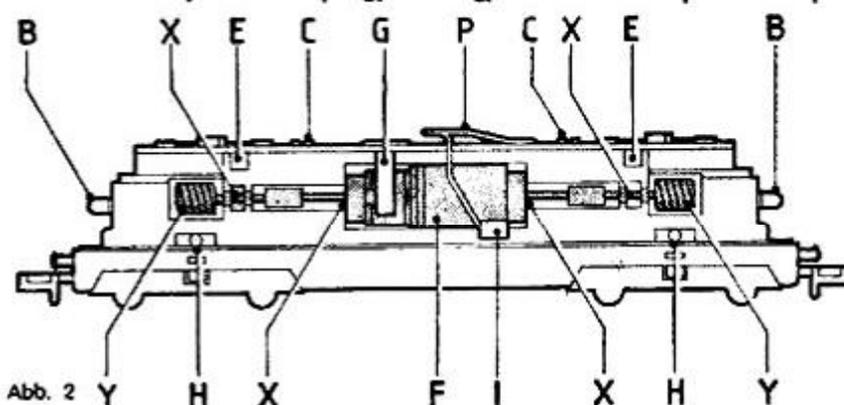
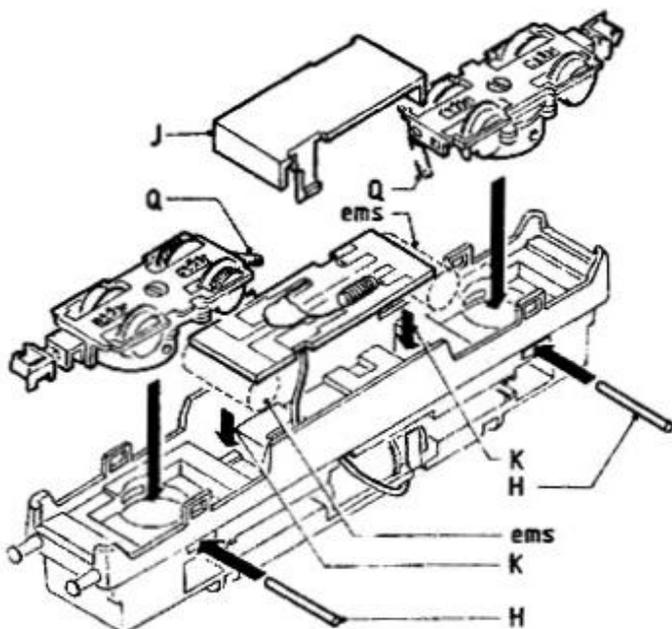

Abb. 2
Abb. 4
Lämpchenwechsel (Abb. 2 u. 3)
Motor austauschen (Abb. 2 u. 3)
Austausch der Drehgestelle (Abb. 4)
Motor und Drehgestelle wie zuvor beschrieben herausnehmen. Nasen I (Abb. 2 und 3) mit kleinem Schraubenzieher nach innen und unten drücken. Kappe J (Abb. 4) kann dann zusammen mit der unteren Schaltungsplatine herausgenommen werden. Zuleitung P (Abb. 2) an der oberen Schaltungsplatine ablöten. Lotstelle markieren wegen späterem Anlöten der Zuleitung zum e-m-s-Baustein. E-m-s-Baustein mit Abdeckkappe J als Einheit (13) nach Abb. 4 und 5 zusammenstecken und in das Chassis einführen. Richtige Lage des Zuführungskabels gemäß Abb. 4 beachten. Beim Einsetzen: keinesfalls Gewalt anwenden. Die beiden Kondensatoren der e-m-s-Platine müssen leicht in die Chassis-Aussparungen K (Abb. 4) gleiten. Die große Fläche der Abdeckkappe J muß bei eingesetztem Baustein mit der unteren Kante der seitlichen Chassis-Schürzen übereinstimmen. Falls dies nicht der Fall ist, muß eventuell der Baustein um 180° gedreht werden. Deshalb genaue Lage von Chassis, Baustein und Zuleitung gemäß Abb. 4 beachten, Zuleitung P (Abb. 2) nach dem Wiedereinsetzen des Motors, der Drehgestelle und der oberen Schaltungsplatinen dann an der markierten Stelle wieder anlöten. Leitungsführung wie eingezeichnet.